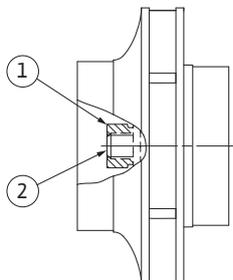

Fig. 55: Posizione corretta del dado girante dopo il montaggio
29. Tenere fermo l'albero (vedi operazione 24) e serrare il dado girante con la coppia di serraggio prescritta (vedi elenco "Tabella 11: Coppie di serraggio delle viti" a pagina 124). Il dado (Fig. 55, pos. 1) deve essere circa $\pm 0,5$ mm a filo dell'estremità dell'albero (Fig. 55, pos. 2). Se ciò non dovesse accadere, allentare il dado e ripetere le operazioni da 25 a 29.